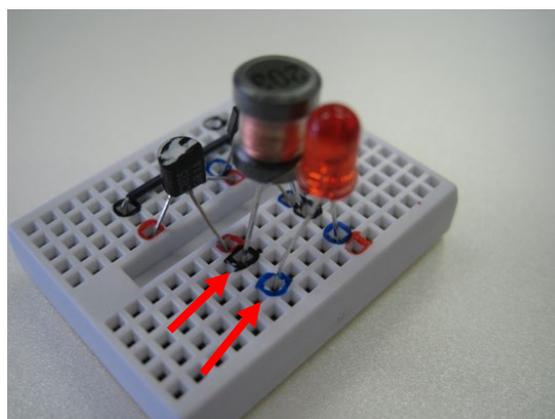

図3-5 コイルとLEDの取り付け
- ④ チョークコイル^{しゅうりよく} (出力コイル) とLEDを^さし^こ込みます。(図3-5)